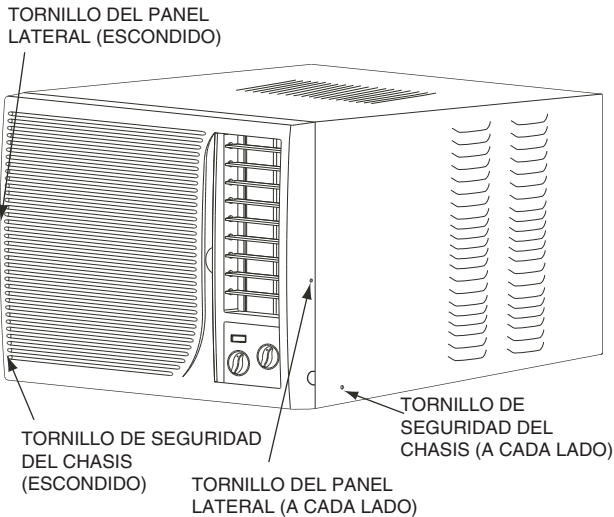
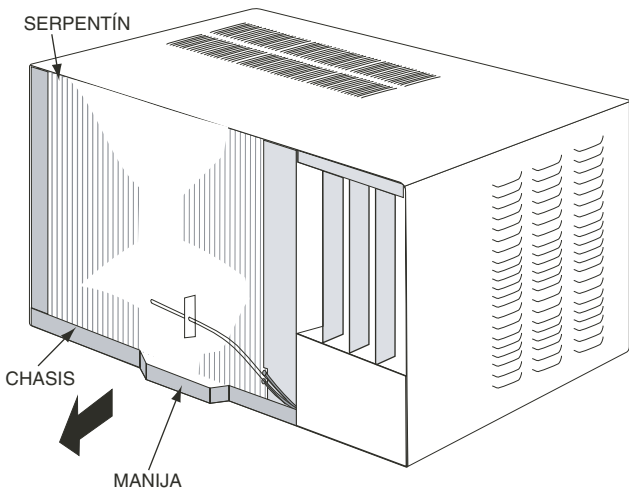

FIGURA 4 — DESMONTAJE PANEL FRONTAL
FIGURA 5 — DESMONTAJE DEL CHASIS
5. Quite los tornillos del panel lateral (uno en cada lado) y tire del panel frontal hacia afuera para separarlo del chasis de la unidad y desmontarlo. Guarde los tornillos para volverlos a usar después. Vea la Figura 4.
6. Saque los tornillos de seguridad del chasis a cada lado de la caja. Guarde los tornillos. Vea la Figura 4. Use la manija provista para desmontar el chasis. Tire de la manija y saque cuidadosamente el chasis de la caja. El chasis es pesado y podría ser necesaria la ayuda de otra persona. Tenga cuidado de no doblar o dañar las aletas del serpentín en el chasis. Vea la Figura 5.